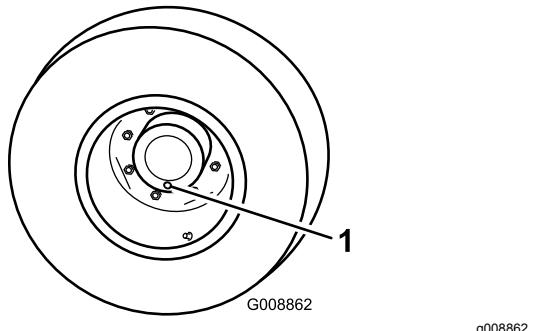

Figura 81
- Posizionando la ruota in modo che un tappo di controllo si trovi nella posizione più bassa (a ore 6) (Figura 81), parcheggiate la macchina su terreno pianeggiante, innestate il freno di stazionamento, abbassate i piatti di taglio, spegnete il motore e togliete la chiave.